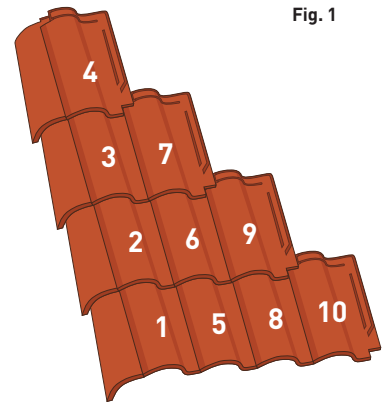

Fig. 1
3. El resto del faldón lo seguiremos cubriendo como muestra el dibujo **(fig.1)**.